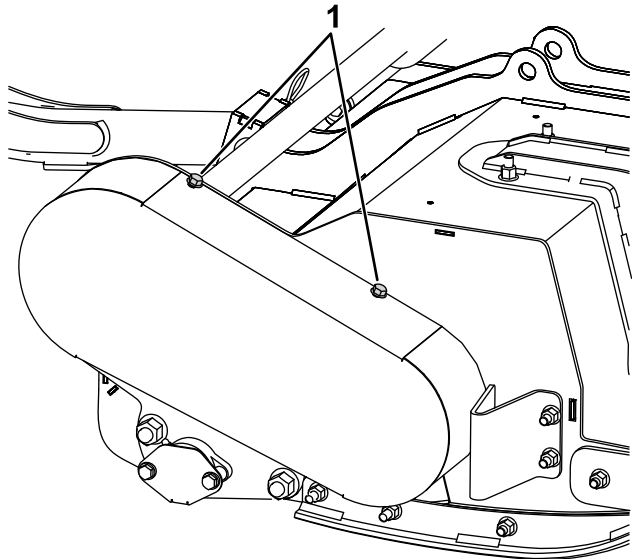

図 26
2. ベルトカバーの上下を機体に固定している組み込みボルトをゆるめる 図 26。
9. ベルトカバーを取り付ける 図 26。
2. ベルトカバー 図 26 を取り外す。